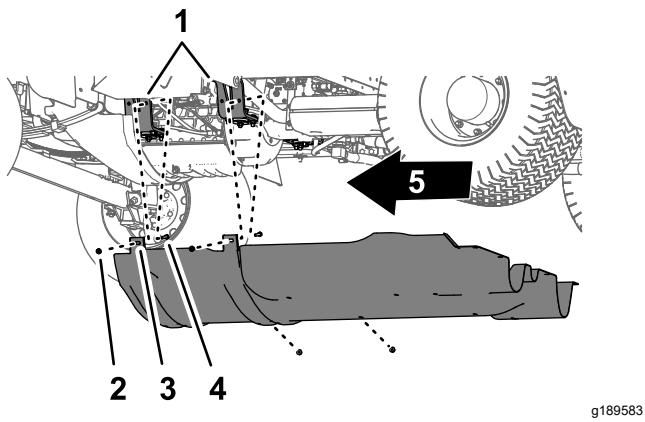

Figura 68
- Retire los 4 pernos con arandela prensada (5/16") de los pernos y del perno de cuello cuadrado que sujetan las pestanas de montaje del protector de bajos a los soportes de montaje del motor de la máquina (Figura 68).
4. Retire el protector de bajos de la máquina (Figura 67 y Figura 68).
1. Alinee el protector de bajos con el chasis de la máquina; consulte Figura 68, en Retirada del protector de bajos \(página 59\).
2. Coloque las pestañas de montaje del protector de bajos sobre los pernos de los soportes de montaje del motor; consulte Figura 68, en Retirada del protector de bajos \(página 59\).
3. Sujete el protector de bajos a los pernos de los soportes de montaje del motor (Figura 68) con las 4 contratuerca con arandela prensada (5/16") que retiró en el paso 2 de Retirada del protector de bajos \(página 59\).